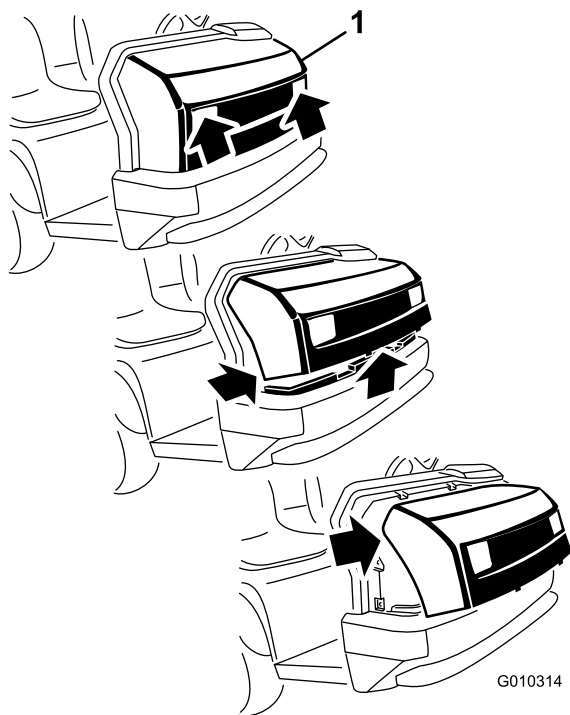

Figure 37
- Saisissez le capot par les ouvertures des phares et soulevez-le pour dégager les pattes de fixation inférieures des fentes du châssis (Figure 37).
2. Pivotez le bas du capot vers le haut jusqu'à ce que vous puissiez dégager les pattes de fixation supérieures des fentes du châssis (Figure 37).
3. Pivotez le haut du capot en avant et débranchez les connecteurs des fils des phares (Figure 37).